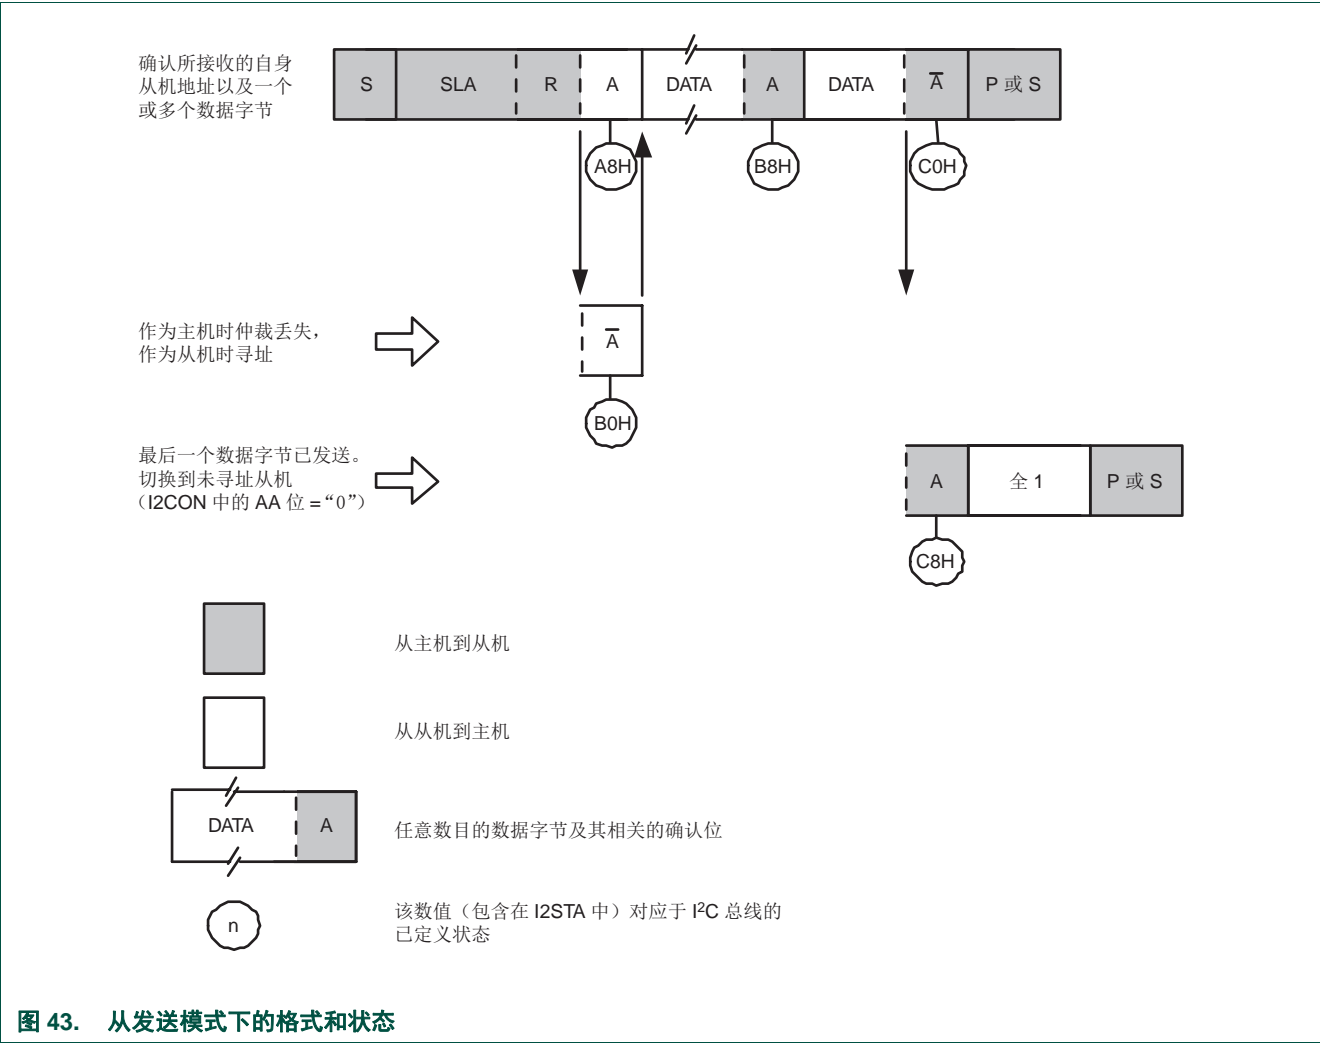

图 43. 从发送模式下的格式和状态
在从机发送模式中，向主接收器发送数据字节（见图 43）。数据传输的初始化与从机接收器模式下相同。当初始化 ADR 和 CON 后，I2C 块一直等待，直至被自身的从机地址寻址，之后是数据方向位，该数据方向位必须为“1” (R)，以便 I2C 模块在从机发送器模式下工作。接收到其自身的从属地址和 R 位后，将设置串行中断标记 (SI)，并可从 STAT 读取一个有效状态码。该状态代码用作状态服务程序的向量，每个状态代码的对应操作详见表 266。如果当 I2C 块在主机模式中时仲裁丢失，也可进入从发送模式（见状态 0xB0）。